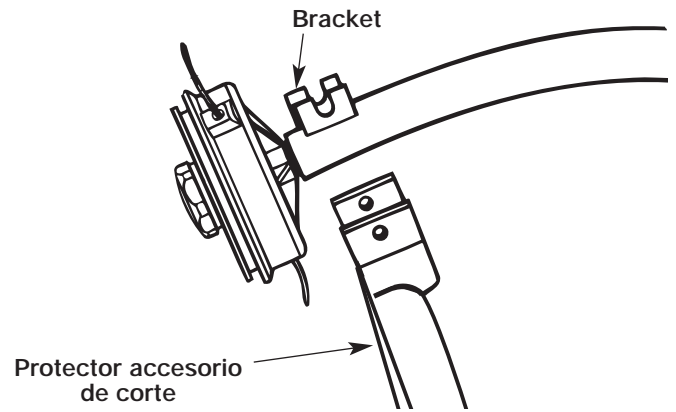

Fig. 2
1. Fije el protector en las ménsulas del eje (Fig. 2).